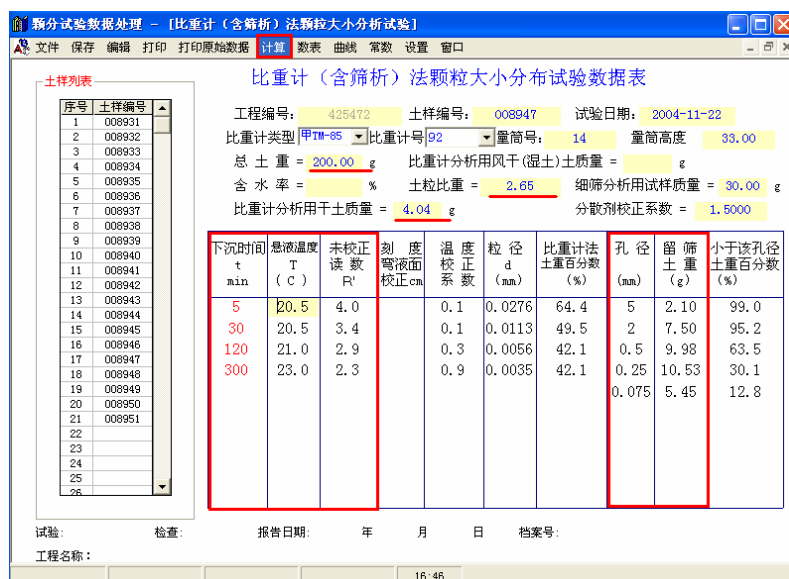

图 3-29 颗分数据表
(1) 筛析法：输入各级孔径及相对应的留筛土重。
(2) 比重计法：输入各点下沉时间及相对应的温度及比重计读数。
(3) 比重计法（含筛析）：表头总土重为试验用土总重，比重计分析用干土质量为筛下土进行比重计法分析用干土质量，在表格左边输入比重计法各相应数据右边输入筛析法各相应数据。如图 3-29 所示输入标贯土样时在土号前加“,” 就会自动显示“标”，后输土样编号均可。
(4) “打开数据表”功能用于进入某项工程文件后，需查看以前所输入数据及结果，或需输入此工程的新土样的数据文件。如图 3-29 所示。